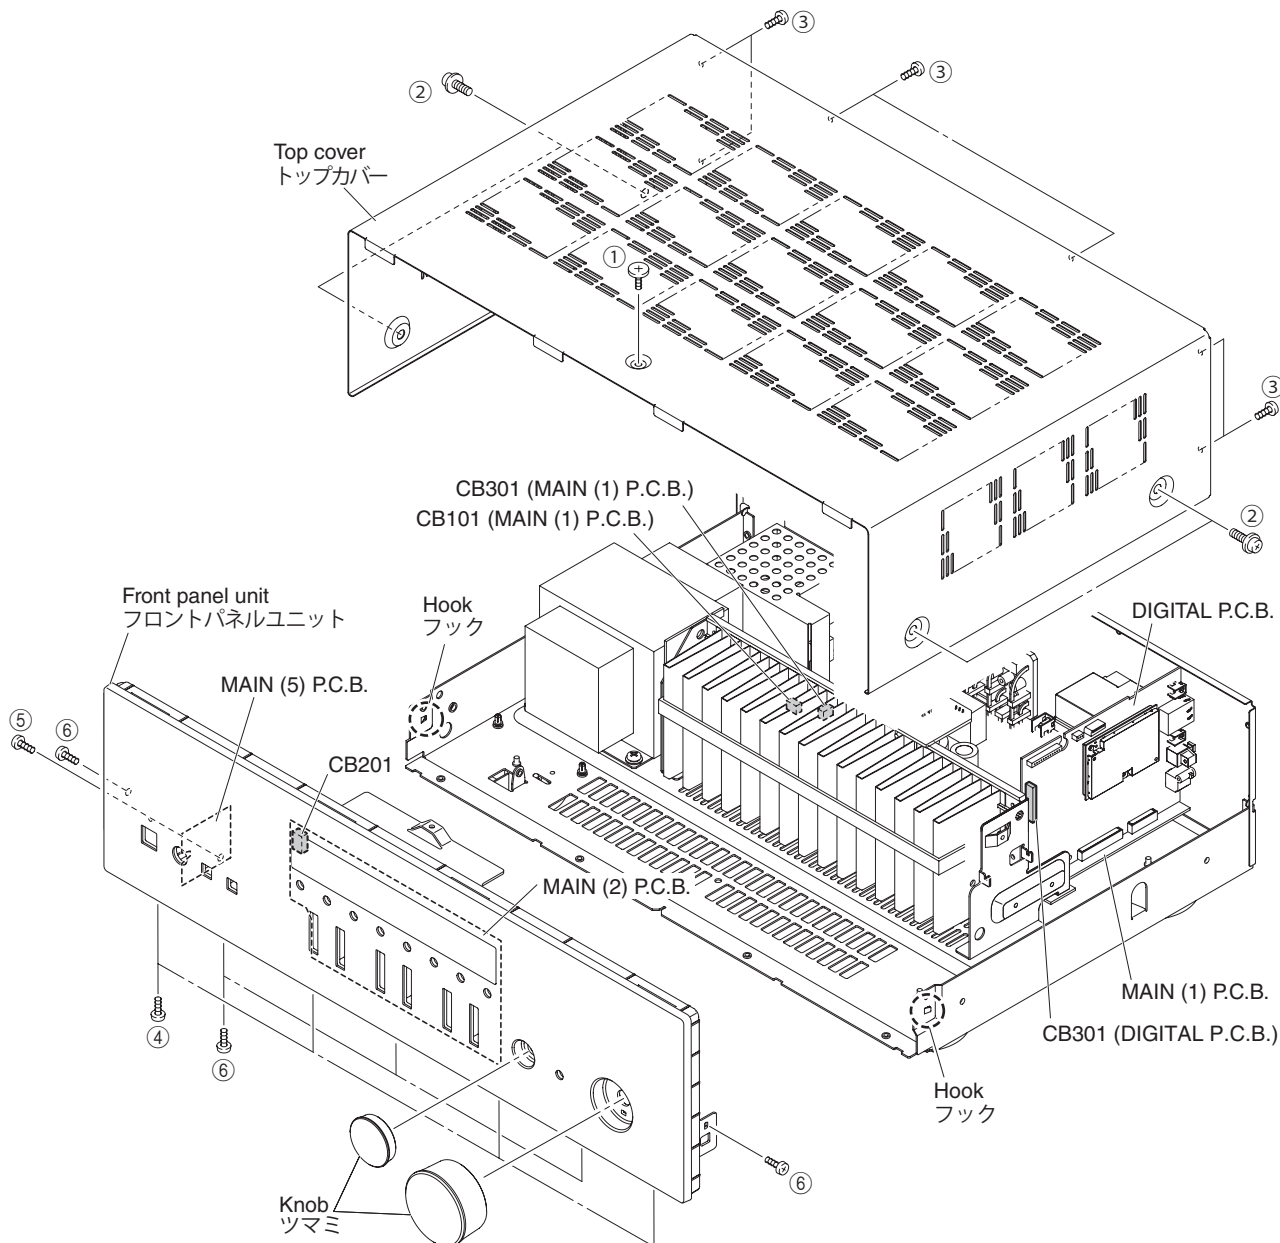

Fig. 1
1. Removal of Top Cover (Fig. 1)
- Remove screw (①), 4 screws (②) and 6 screws (③).
2. Removal of Front Panel Unit (Fig. 1)
- Remove 4 screws (④), screw (⑤) and 6 screws (⑥).
- Remove CB101, CB201, CB301 (DIGITAL) and CB301 (MAIN (1)).
1. トップカバーの外し方 (Fig. 1)
- ①のネジ1本、②のネジ4本、③のネジ6本を外します。
2. フロントパネルユニットの外し方 (Fig. 1)
- ④のネジ4本、⑤のネジ1本、⑥のネジ6本を外します。
- CB101、CB201、CB301 (DIGITAL)、CB301 (MAIN (1))を外します。